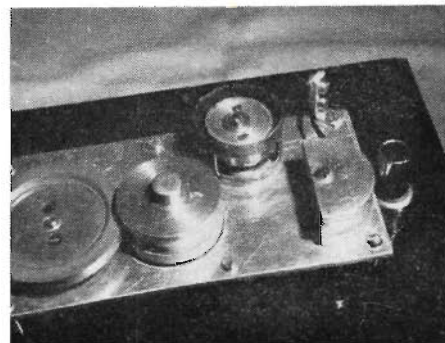

Fig. 10. Bandföringen.
1. Svenskt låghögigt huvud (Ljud och Bild). Spaltbredd 8μ , bredd 6,0 mm, impedans se kurva i kommande nummer. Huvudet, som syns i fig. 10, ger god utspänning och återger frekvenser upp